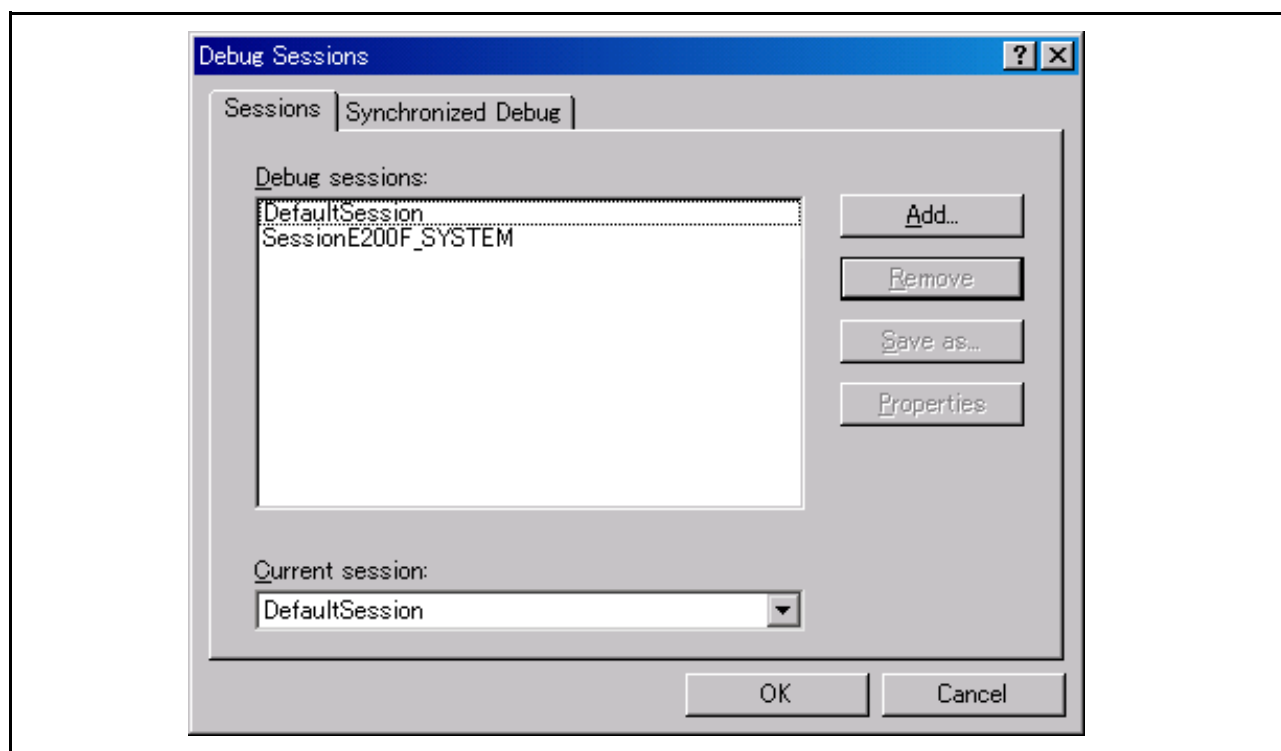

图 4.34 [Debug Sessions]（调试会话）对话框
- 选择 [Options -> Debug Sessions...]（选项 -> 调试会话...）。这样会打开 [Debug Sessions]（调试会话）对话框（图 4.34）。
1. 选择 [Options -> Debug Sessions...] (选项 -> 调试会话...), 以显示 [Debug Sessions] (调试会话) 对话框 (图 4.34)。
1. 选择 [Options -> Debug Sessions...]（选项 -> 调试会话...），以显示 [Debug Sessions]（调试会话）对话框（图 4.34）。
- 1. 选择 [Options -> Debug Sessions...] (选项 -> 调试会话...), 以显示 [Debug Sessions] (调试会话) 对话框 (图4.34)。